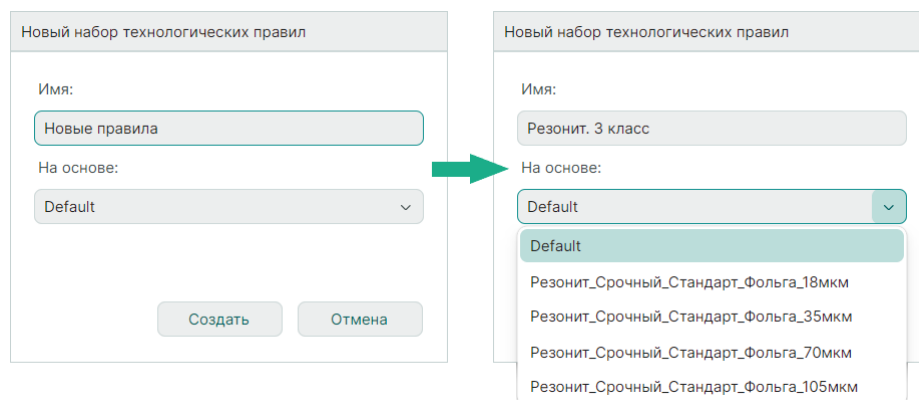

Рис. 513 Окно ввода имени новых технологических правил и выбора шаблона
- В открывшемся окне «Новый набор технологических правил» ведите наименование новых правил (шаблона правил), в выпадающем списке шаблонов существующих правил выберите шаблон, на основе которого будут созданы новые правила, нажмите кнопку «Создать». По умолчанию выбран шаблон правил «Default», см. Рис. 513.